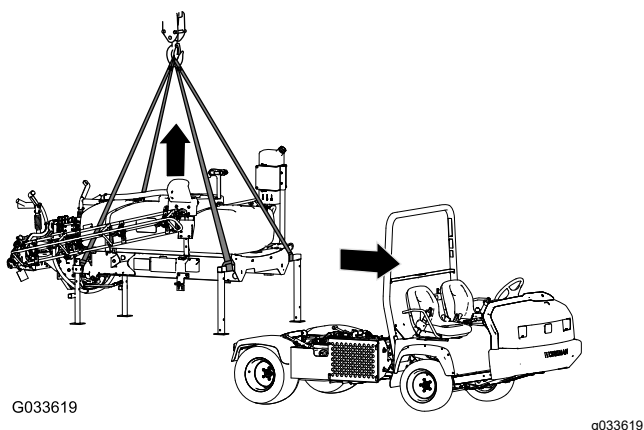

Figura 137
- Baje los brazos a un ángulo de 45° aproximadamente y gírelos hacia delante (Figura 137).
7. Eleve el patín del depósito de la máquina lo suficiente para poder extraer el patín de la máquina (Figura 137).
5. Conecte el equipo de izado a los tubos horizontales de los gatos fijos delanteros y al poste vertical de los gatos fijos traseros (Figura 137).